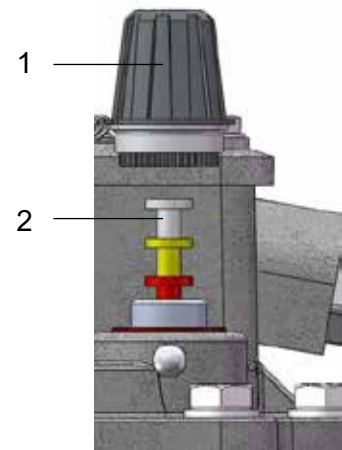

Fig. 7b - Touche d'essai
- Dévisser le grand écrou borgne (fig. 7b/ no. 1)
- Presser la touche d'essai (fig. 7b/ no. 2) à moitié et la maintenir dans cette position (contrôle du système de contact supérieur - alarme)